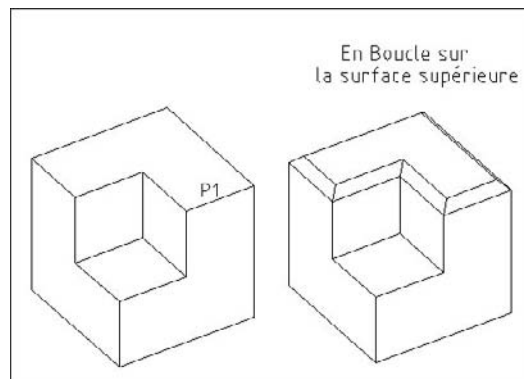

Fig.20.27
- 1 Exécutez la commande de chanfreinage à l'aide de l'une des méthodes suivantes (fig.20.27) :